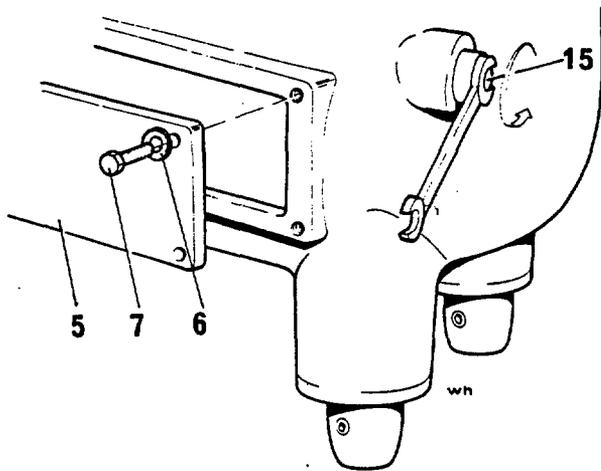

Bild 8/1
- 2) Spannschraube 15 (Bild 8/1) so weit zurückdrehen, daß der Motor in Richtung Gestell geschoben werden kann.